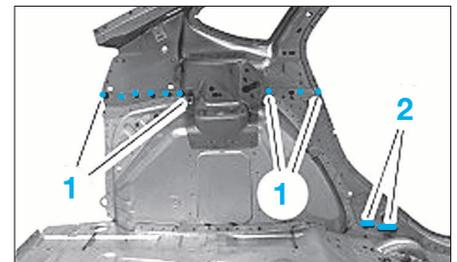
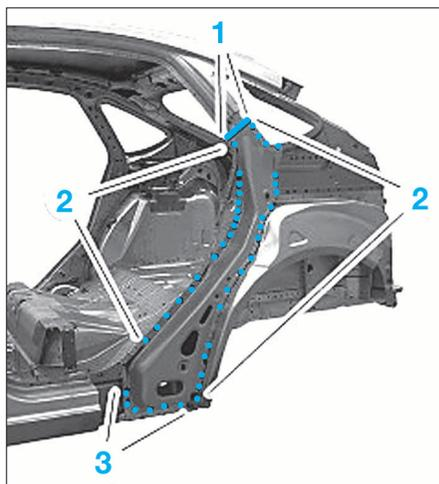

FIG. 83
FIG. 85
- Dépointer par l'intérieur du véhicule les points de soudure (1) (Fig.83).
- Souder par bouchonnage les points (2).
- Souder par résistance par point les points (1) (Fig.83) (par l'intérieur du véhicule).
- Souder en cordon continu sous protection gazeuse les zones (2).
- Souder en cordon continu la zone (1) (Fig.85).
- Souder par résistance par points les points (2) du renfort de passage de roue.
- Souder par bouchonnage les points (3).